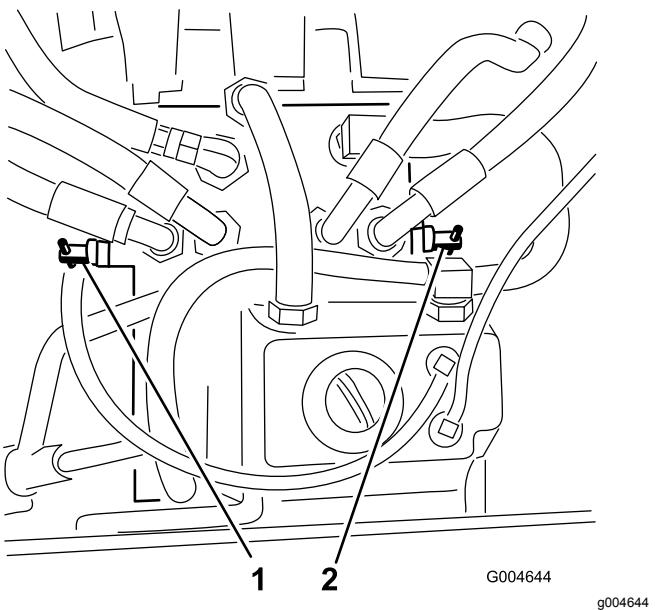

Рисунок 25
- Найдите перепускные клапаны (Рисунок 25) и поверните каждый перепускной клапан на один оборот против часовой стрелки.
4. Закройте клапаны, повернув каждый клапан на 1 оборот по часовой стрелке (Рисунок 25).